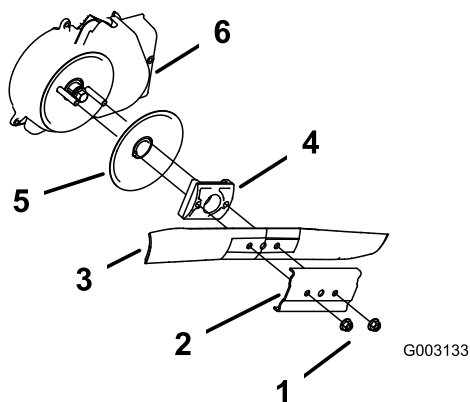

Figura 34
- Togliete i due dadi della lama ed il rinforzo (Figura 34).
- Togliete la lama (Figura 34).
- Togliete il giralama e il disco (Figura 34).
- Pulite il carter della frizione del freno della lama (Figura 34).
- Montate la lama ed il rinforzo tolti in precedenza (Figura 34).